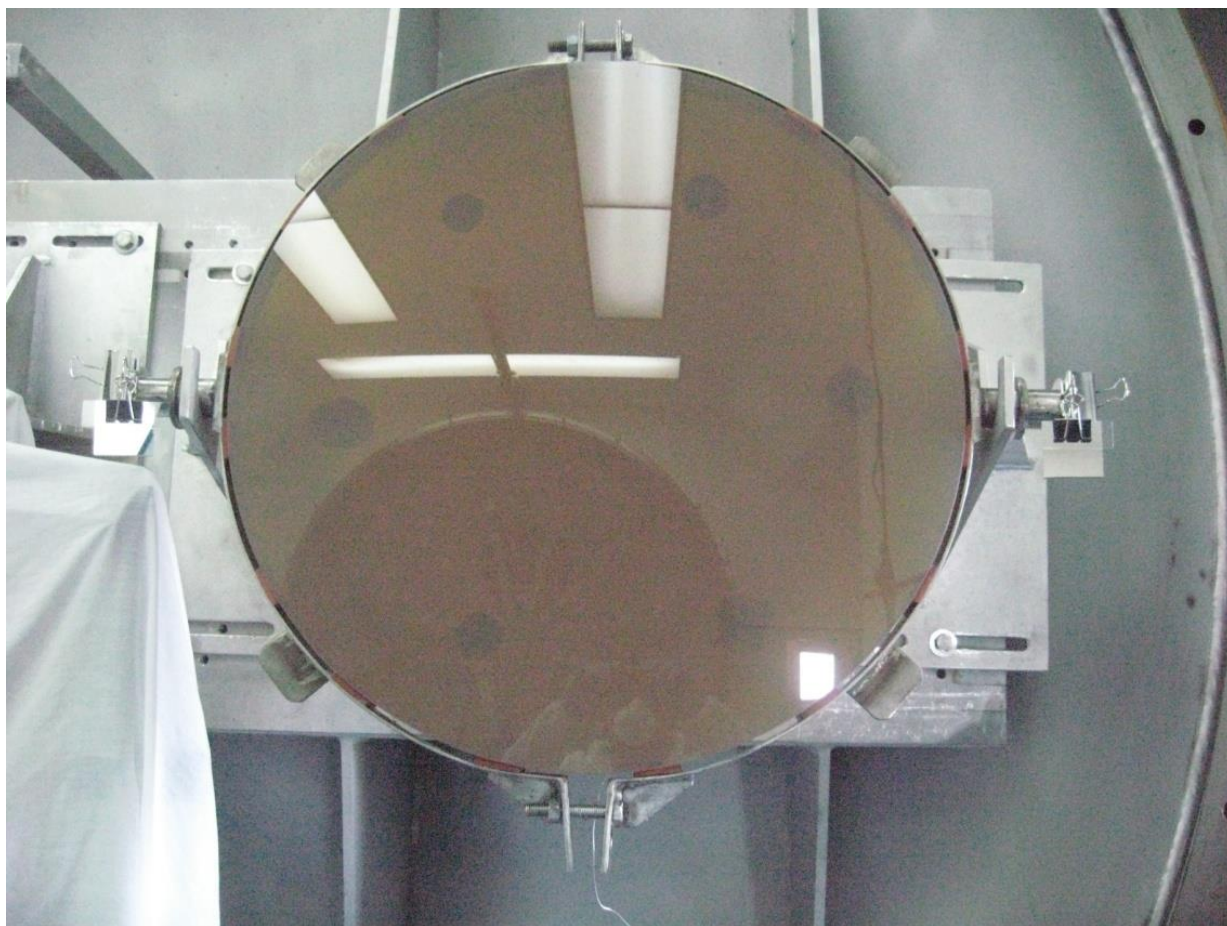

Figura 16: Colocación del espejo en la cámara de aluminizado.
- 3.16. Cuando el espejo está debidamente limpio y listo para aluminizar, se le coloca el cincho de acero a una altura media de su espesor, desplazándolo ligeramente hacia la superficie que se va a aluminizar. Esto es para compensar el corrimiento del centro de masa del espejo debido a la curvatura de su área superior, donde se concentra más material. Utilizando la grúa, se coloca el espejo en el interior de la cámara de aluminizado (ver *Figura 16*).